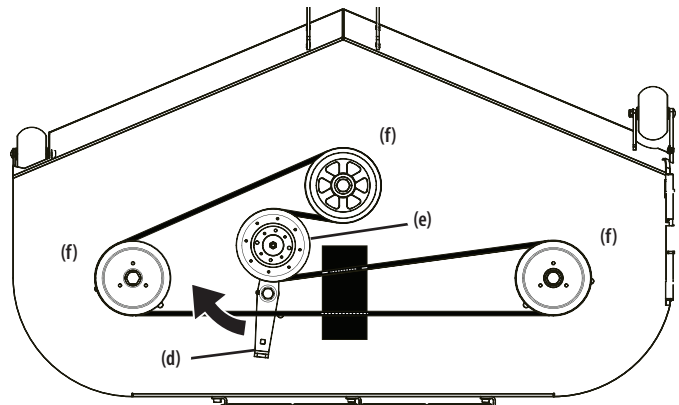

Figura 37
- Con una transmisión de 1/2" (12,7 mm) inserte el extremo en un orificio cuadrado de 1/2" (12,7 mm) en el montaje de polea loca de la plataforma (d) y rote el montaje de polea loca de la plataforma hacia la derecha. Consulte la Figura 37.
- Pase la correa nueva alrededor de la polea loca y las poleas del husillo como se muestra en la Figura 37.